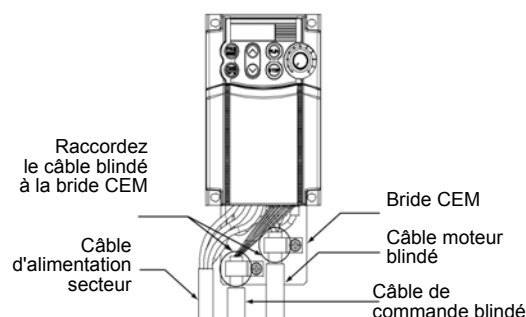

Figure 11-3-2 Raccordement d'un câble blindé
- 2) Utilisez un câble blindé pour le moteur et maintenez sa longueur aussi faible que possible. Raccordez le blindage sur la bride, pour mettre le câble à la terre. Raccordez ensuite le blindage électriquement à la borne de mise à la terre du moteur. (voir figure 11-3-2)